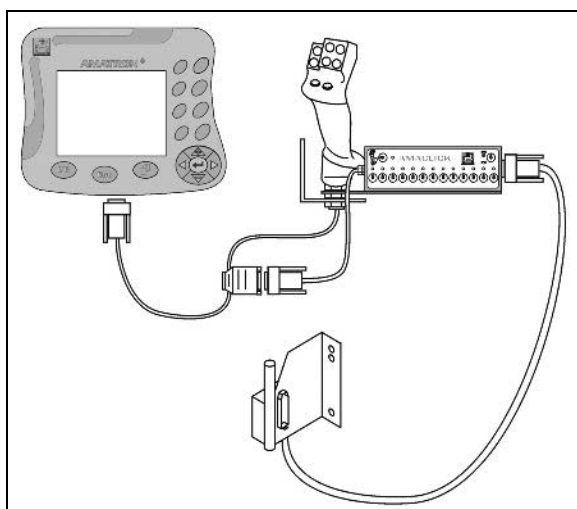

Fig. 94
- med multifunktionsgrebet som vist Fig. 94.